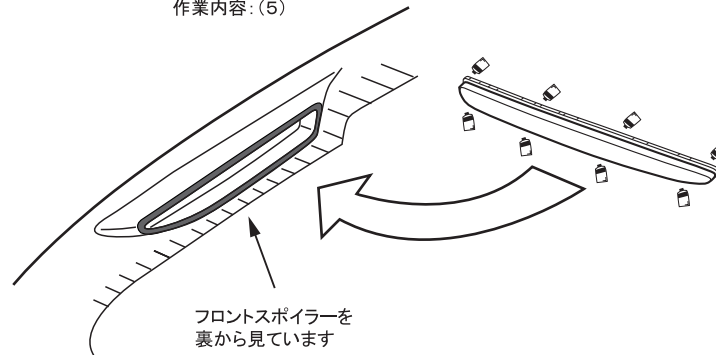

図1 = 配線図 =
- 3) フロントスポイラーとのフィッティングを確認し、図1を参考にLEDランプの接続に必要な配線作業をし、点灯確認をし、照射角度の調整、確認をして下さい。